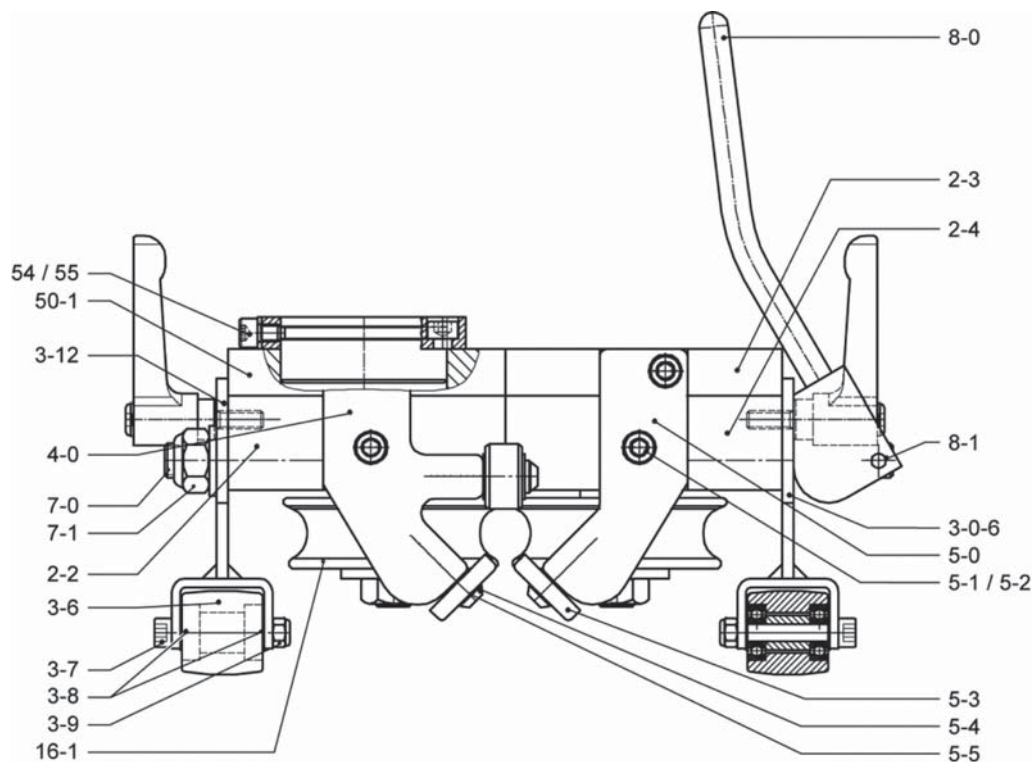

Figure 15
- Selon l'utilisation, les paliers des galets de guidage (fig. 15, 3-6, 4-1, 5-3) doivent être lubrifiés avec de l'huile pour machines.
- Lubrifier les tiges de serrage (fig. 15/16, 7-0) au niveau de l'excentrique de manière à former un léger film d'huile en surface.
Toujours enlever le support de galet avant côté moteur (fig. 15, 4-0) et le support de galet avant côté opposé (fig. 15, 5-0).
Avec un rayon de cintrage inférieur à 2 m, enlever le support de galet avant côté moteur (fig. 15, 4-0) et le support de galet avant côté opposé (fig. 15, 5-0).
le support de galet avant côté moteur (fig. 15, 4-0) et le support de galet avant côté opposé (fig. 15, 5-0).